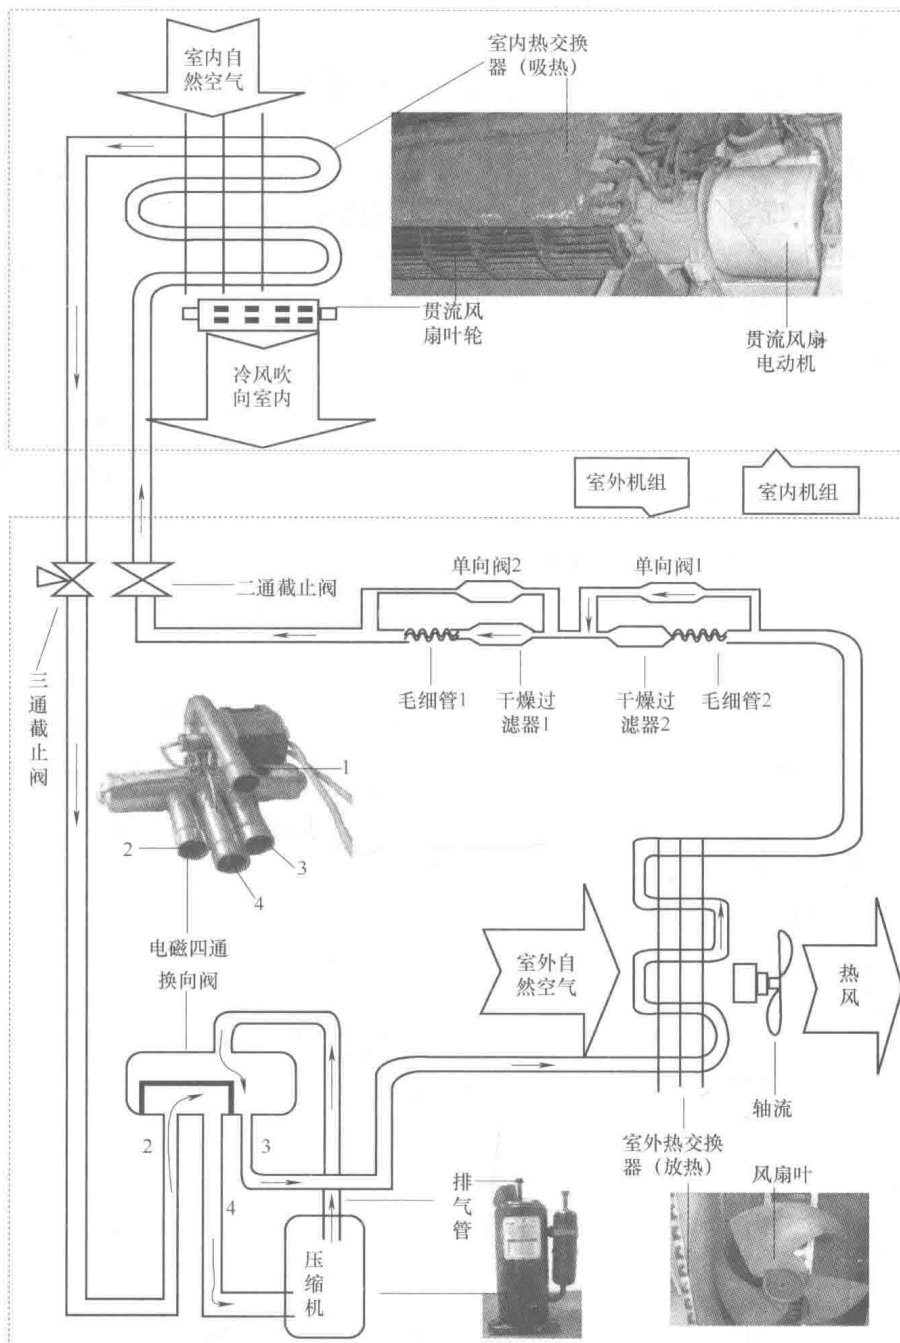
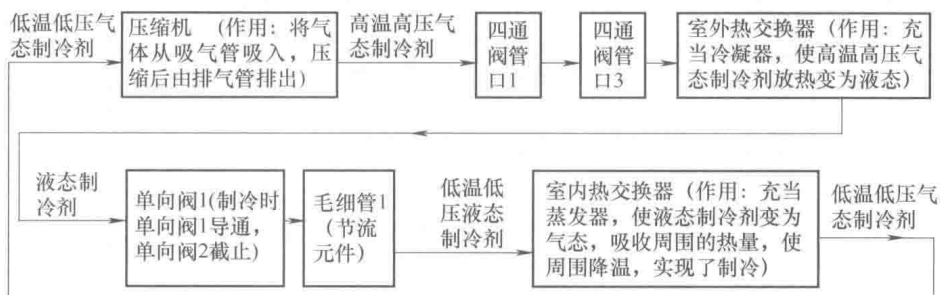

图 1-2 空调器制冷运行时制冷剂的循环流动及各部件的连接关系
图 1-3 空调器制冷运行时制冷剂的循环流动与状态循环变化示意图
1) 电磁四通换向阀（见图 1-2）及其作用：冷暖型空调器是通过一个电磁四通换向阀来实现制冷和制热两种模式的相互转换。四通阀的各管口与其他部件的连接关系是，管口 1 与压缩机的排气管相连，管口 4 与压缩机的吸气管相连，管口 2 与室内机热交换器相连，管口 3 与室外热交换器相连。在制冷模式，四通阀的线圈处于断电状态，内部的滑块静止在左端，其结果是使管口 1 和管口 3 相连通，管口 2 和管口 4 相连通。
2) 制冷循环过程示意图：制冷运行时制冷剂的循环流动、状态循环变化及各部件的连接关系如图 1-2 和图 1-3 所示。
看图提示：在图 1-2 中从压缩机的排气管出发，沿箭头方向弄清制冷时制冷剂的流向，并掌握连接关系是检修入门的关键之一。与第 4 章图 4-1 的⑧中的实物结合起来看，学习效果最佳。